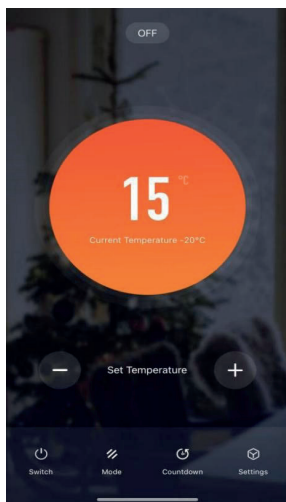

Bild 6
1. Sie können das Gerät über das Mobiltelefon in einer WIFI- oder 4G-LTE-Umgebung betreiben. Gehen Sie auf die Hauptschnittstelle des Geräts und Sie sehen die Stromversorgung, den Modus, den Timer und die Einstellungen, wie in Abbildung 6 gezeigt.